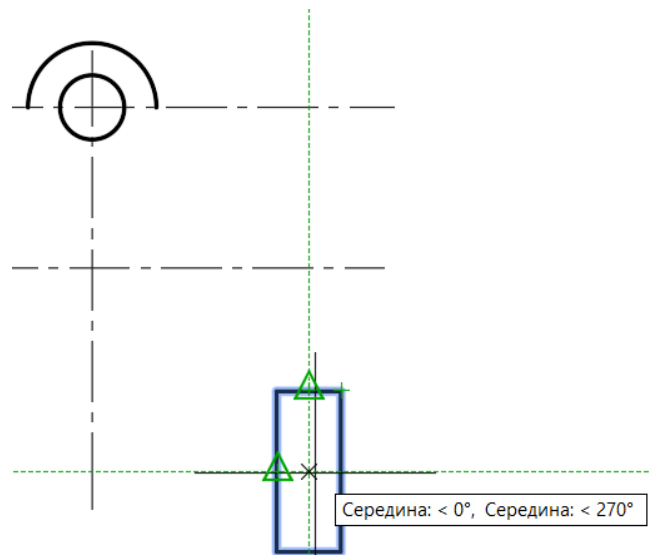

Рис. 54
6) На свободном поле чертежа в слое **КОНТУР** нарисовать прямоугольник по заданным размерам, а затем, используя команду **Перенести** и режим отслеживания при объектной привязке перенести прямоугольник симметрично точки пересечения осей (рис. 54).